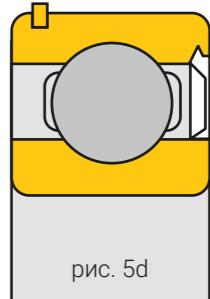

рис. 5d
- 2ZNR** с Z-образной накладкой с обеих сторон и со стопорным кольцом рис. 5d